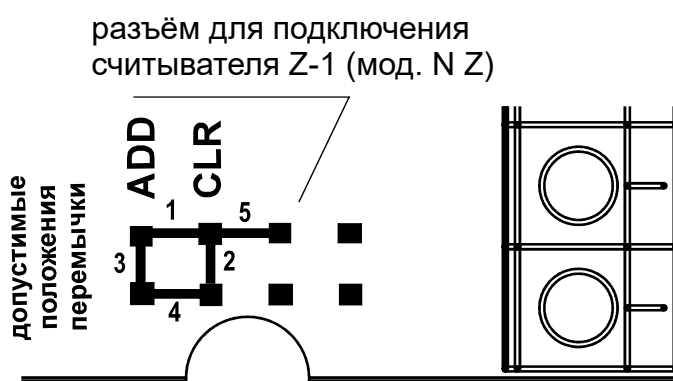
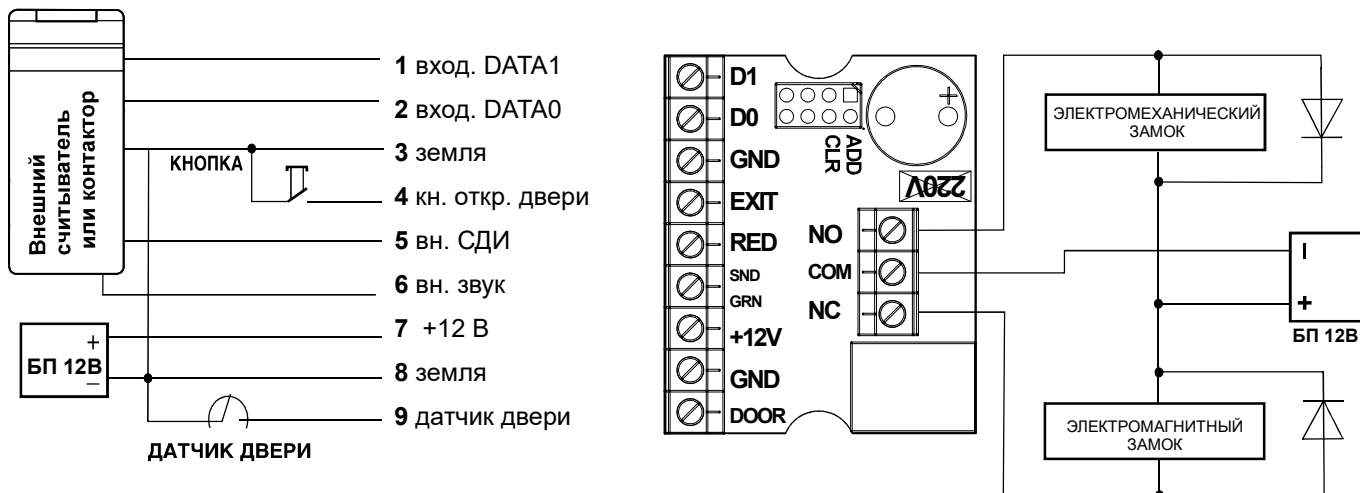

Рис. 3 Положения переключки
Рис. 6 Подключение внешних устройств
В комплект поставки контроллера Z-5R (мод. Relay Wiegand) входит перемычка, которая используется для программирования контроллера (всего пять положений) (см. рис.3).
4. Установите защитный диод (см. рис.6). В случае, если замок электромеханический, установите переключатель в положение 1 (см. рис.3).